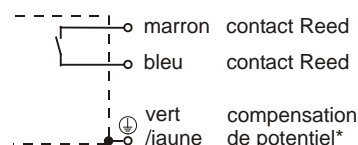

Fig. 13
- ✦ Connecter le câble de connexion selon le schéma des connexions (→ Fig. 13) :